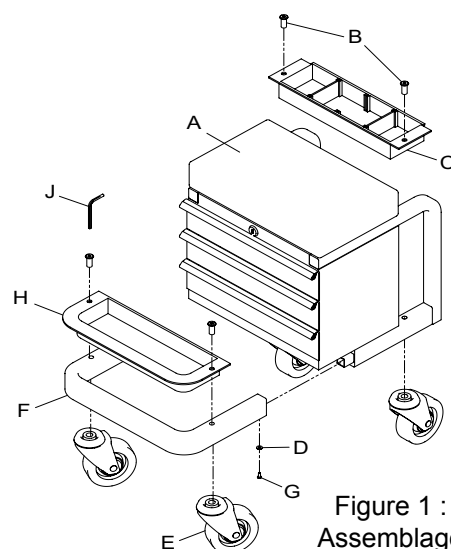

Figure 1 :
Avant d'assembler le produit, assurez-vous d'avoir toutes les pièces. Comparez les pièces que vous avez sous la main avec la liste du contenu de l'emballage et l'illustration de la figure 1. Si une pièce est endommagée ou manquante, n'assemblez pas, n'installez pas et n'utilisez pas le produit. Communiquez avec le service à la clientèle pour obtenir des pièces de rechange.
INSTRUCTIONS D'ASSEMBLAGE (voir figure 1)
1. Assemblez les sections du cadre en insérant la section avant (F) dans les profilés de la section de la boîte à outils (A). Alignez les trous des vis et les vis à tête en étoile (G) équipées de rondelles (D) dans les trous correspondants des profilés. Ne serrez pas encore les vis.
2. Assemblez une roulette (E) et un plateau à outil (C ou H) simultanément. Placez une tige de roulette dans le trou situé sous le cadre tel qu'illustré à la figure 1. Placez le plateau à outils sur le cadre en alignant les trous du cadre avec ceux du plateau. Insérez la fixation de la roulette dans le montant de la roulette pivotante.
INSTRUCTIONS D'UTILISATION (reportez-vous à la figure 1)